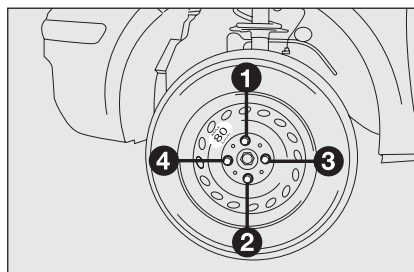

fig. 6
- ☐ usando la llave en dotación, apriete a fondo los tornillos, pasando alternativamente de uno a otro diametralmente opuesto, siguiendo el orden numérico ilustrado en la **fig. 6**;